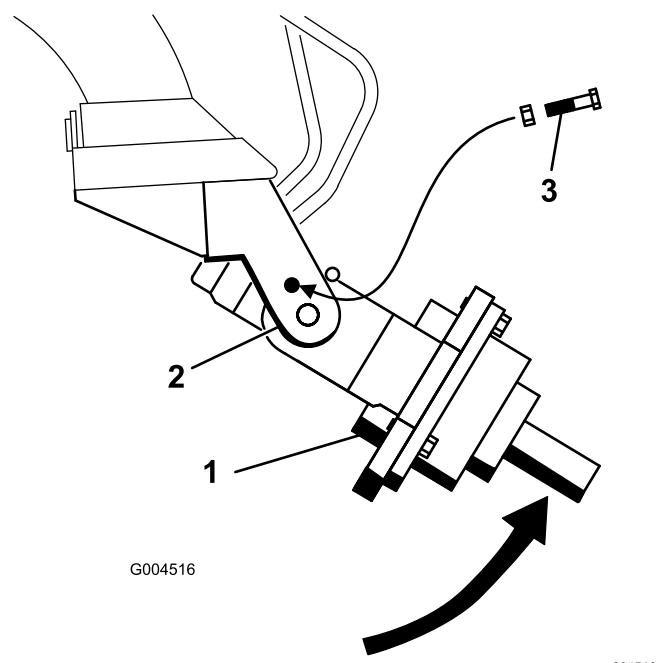

Figure 5
5. Tournez la tête d'entraînement de la tarière à la main jusqu'à ce qu'il soit possible d'introduire un boulon ($\frac{1}{2}'' \times 2\frac{1}{2}''$) dans le trou du bras de support pour fixer la tête d'entraînement. Serrez légèrement le boulon avec un écrou à embase ($\frac{1}{2}''$), comme montré à la Figure 5.
3. Tournez la tête d'entraînement de la tarière à la main jusqu'à ce qu'il soit possible d'introduire un boulon (1/2" x 2 1/2") dans le trou du bras de support pour fixer la tête d'entraînement. Serrez légèrement le boulon avec un écrou à embase (1/2"), comme montré à la Figure 5.